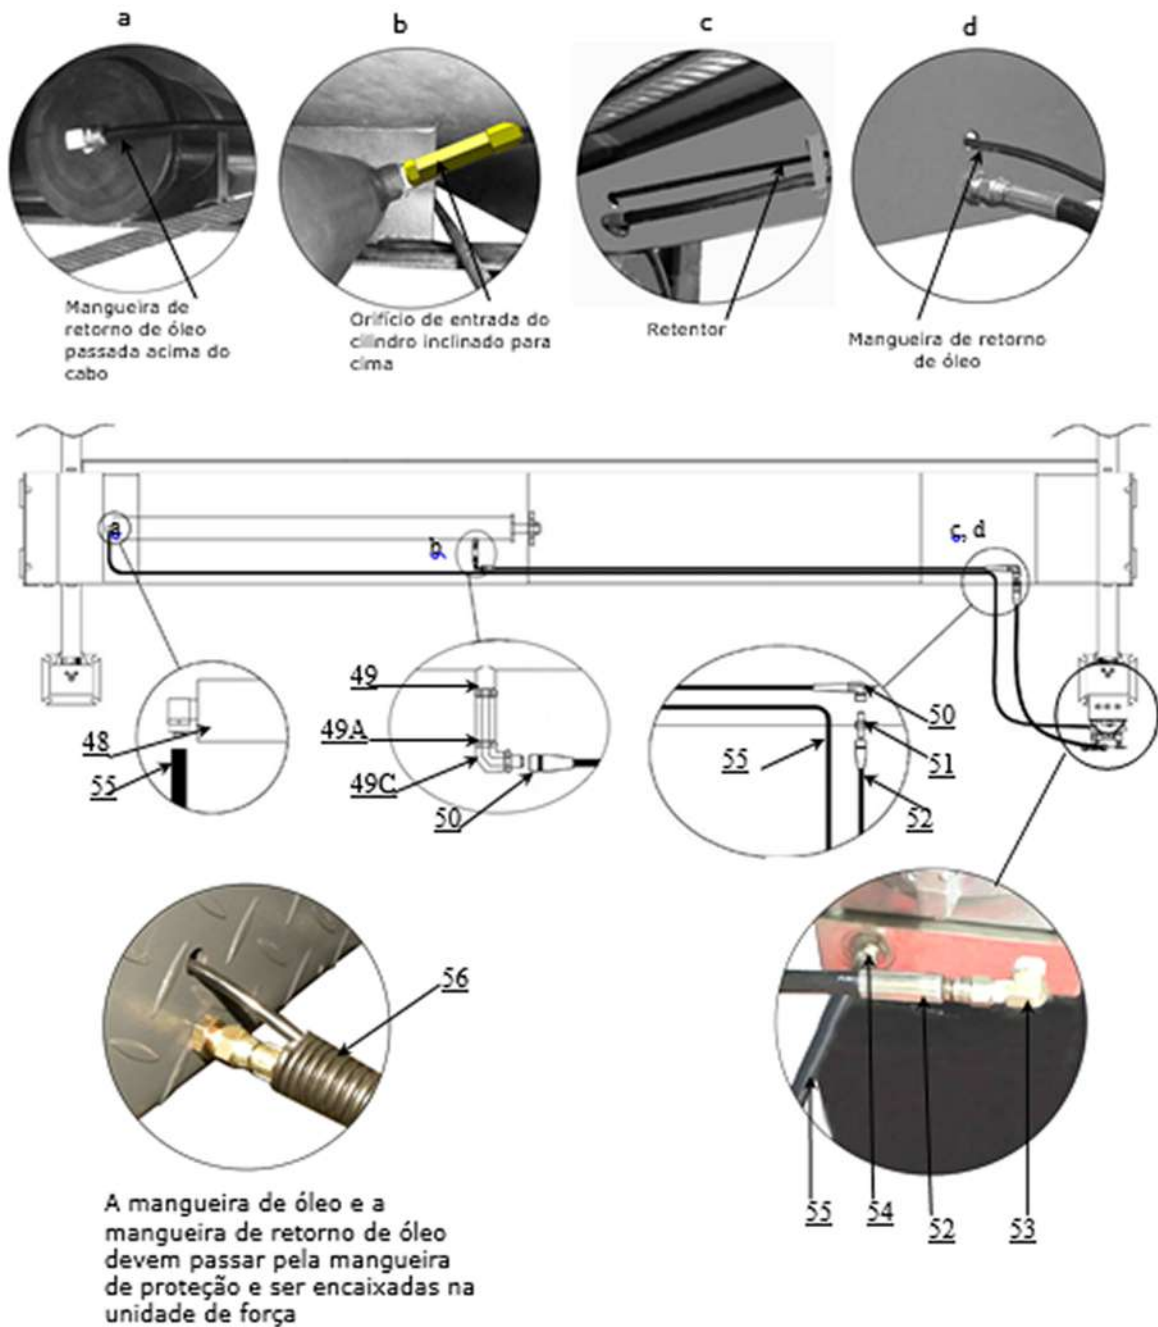

Fig. 25
1. Para a unidade de força fixada na coluna da barra transversal A (Ver Fig. 25)